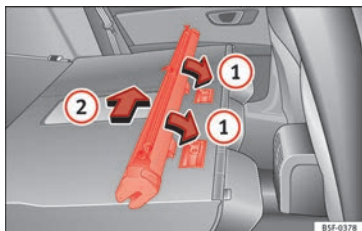

Fig. 173 Montar la red de separación en los respaldos del asiento trasero.
- Coloque la carcasa de la red en los rebajes de los carriles de sujeción en el sentido de las flechas » **fig. 173 ①**.
- Empuje la carcasa hacia el lado izquierdo del vehículo en el sentido de la flecha » **fig. 173 ②** y hasta el tope.
- Tire de la carcasa de la red aproximadamente 5 cm en el sentido contrario de la flecha » **fig. 173 ②**.
- Extraiga la carcasa de los carriles de sujeción tirando en el sentido contrario al de las flechas » **fig. 173 ①**.